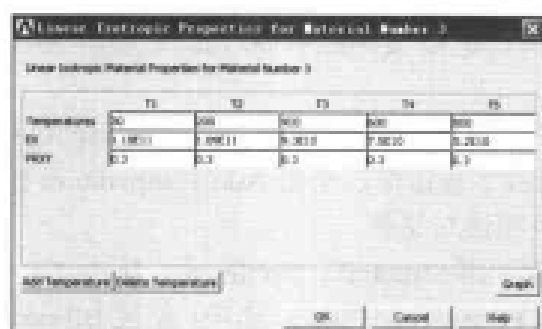

图 13-76 输入铁的弹性模量和泊松比对话框
(16) 在 Material Models Available 列表框中依次双击 Thermal、Conductivity、Isotropic 选项, 出现 Conductivity for Material Number 3 对话框, 在文本框中输入导热系数 46.5, 单击 OK 按钮关闭该对话框。
(17) 在 Material Models Available 列表框中依次双击 Structural、Thermal expansion、Secant Coefficient、Isotropic 选项, 出现 Thermal Expansion Secant Coefficient for Material Number 3 对话框, 在 ALPX 文本框中输入线膨胀系数 $5.87\text{E-}6$, 单击 OK 按钮关闭该对话框。
(18) 在 Material Models Available 列表框中依次双击 Structural、Density 选项, 出现 Density for Material Number 3 对话框, 在 DENS 文本框中输入密度 7000, 单击 OK 按钮关闭该对话框。
(19) 在 Material Models Available 列表框中依次双击 Structural、Thermal、Specific Heat 选项, 出现 Specific Heat for Material Number 3 对话框, 在 C 文本框中输入比热 450, 单击 OK 按钮关闭该对话框。
(20) 在 Material Models Available 列表框中依次双击 Structural、Linear、Elastic、Isotropic 选项, 出现 Linear Isotropic Properties for Material Number 3 对话框, 单击 Add Temperature 按钮 4 次, 参照图 13-76 对其进行设置, 单击 OK 按钮关闭该对话框。